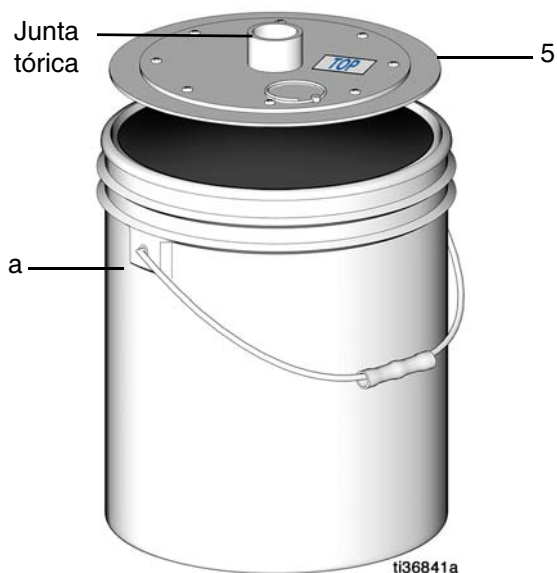

FIG. 5
3. Coloque el plato seguidor (5), lado superior hacia arriba (etiqueta mirando hacia arriba), encima de la grasa (FIG. 5).
4. Engrase la junta tórica del centro del plato seguidor (FIG. 5).
5. Presione firmemente hacia abajo el plato seguidor, hasta la grasa, para eliminar todas las bolsas de aire (FIG. 5).